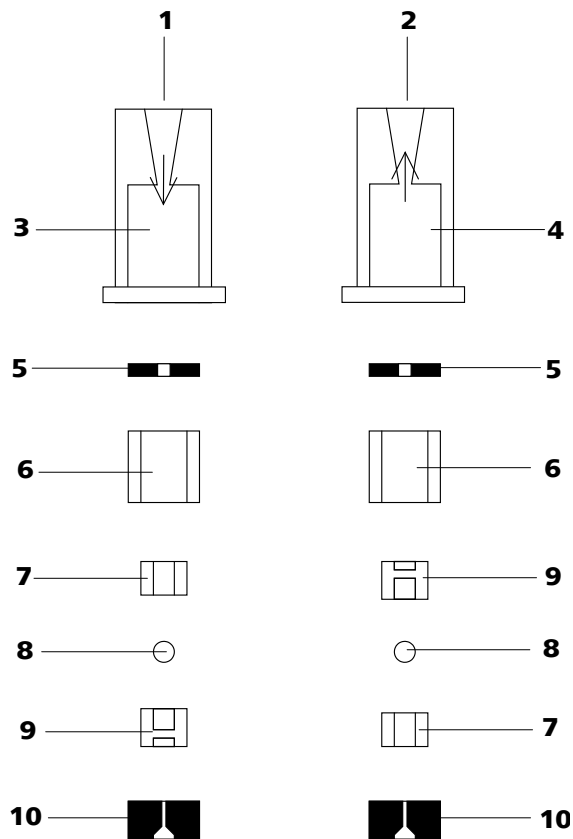

Abbildung 42 Bestandteile von Einlassventil und Auslassventil
- Einlassventil und Auslassventil bestehen aus den gleichen Bestandteilen, die nur unterschiedlich angeordnet sind (siehe Abbildung 42, Seite 82).
Ventilbestandteile *gemäss* Abbildung 42, Seite 82 wieder zusammensetzen.
- Die übrigen Ventilbestandteile in der richtigen Reihenfolge (*siehe Abbildung 42, Seite 82*) aufeinander legen
Ist dies nicht der Fall, muss das Ventil nochmals zerlegt und richtig zusammengesetzt werden (*siehe Abbildung 42, Seite 82*).